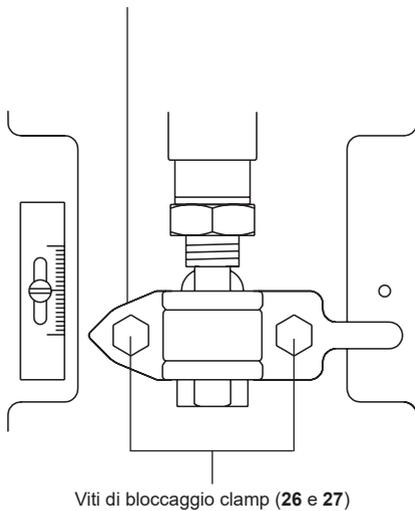

Fig. 5
- Applicare la pressione del segnale di comando, necessaria per portare lo stelo nella posizione di metà corsa (Fig. 5). Porre il castello dell'attuatore sopra lo stelo della valvola e posizionarlo sulla spalla del coperchio. Inserire e serrare il dado di montaggio della valvola.
- Rilasciare il segnale di controllo pneumatico. Montare nuovamente gli attacchi clamp anteriori e posteriori di fissaggio (**13** e **14**) come mostrato nella Fig. 5.